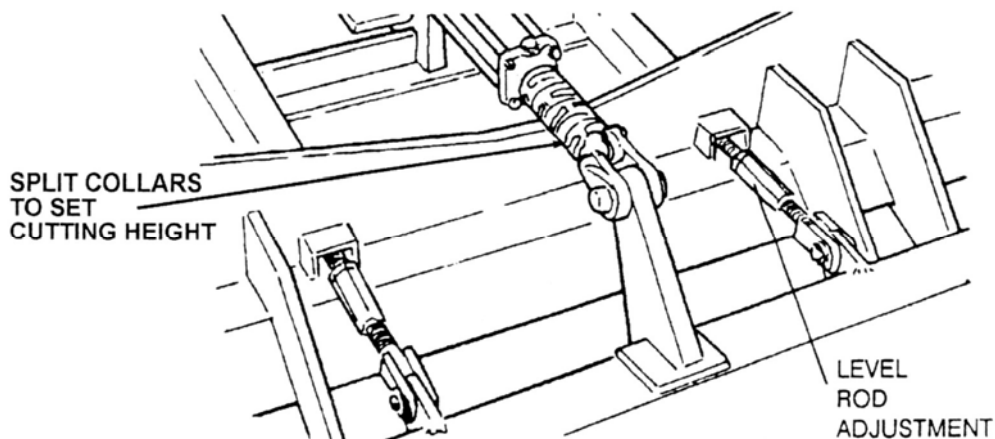

FIGURE 7
3. Ajuster la hauteur de l'avant à l'arrière en réglant les tiges qui relient le timon à l'essieu arrière. Allonger les tiges pour abaisser l'avant et les raccourcir pour le relever. **Figure 7.**